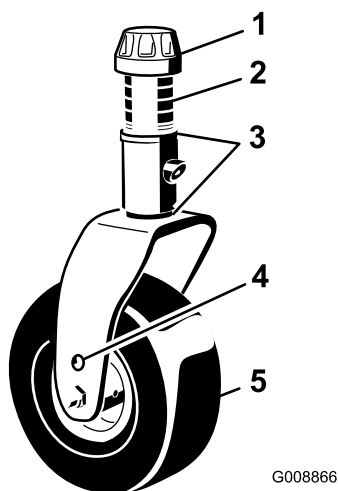

図 21
5. スピンドルシャフトからテンショニングキャップを外し、キャストアームからスピンドルを抜き出す図 21。